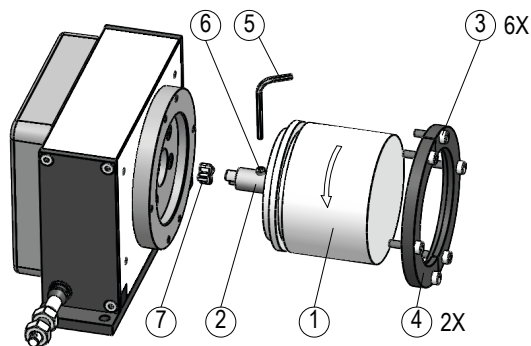

Abb. 4: Montage eines Gebers
Das Seilzugsystem ist für die Montage eines Inkrementalgebers oder eines Absolutwertgebers/Winkelcodierers vorbereitet (Abb. 4).
1. Für die Justage des Referenzpunktes lockern Sie die Schrauben (6) (siehe Abb. 4) bis der Geber sich drehen lässt.